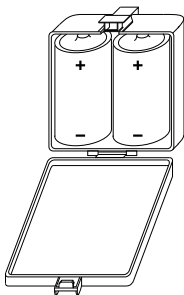

Fig. 6 Introducir las pilas
- ▶ Introducir las dos pilas D R20 de 1,5 V en la caja correspondiente (Fig. 6).